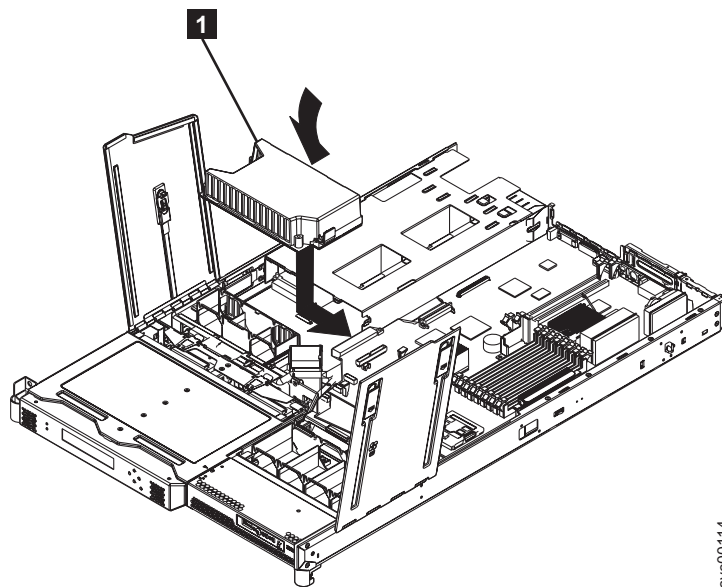

図 134. 電源バックプレーンの交換
1. SAN ボリューム・コントローラー 2145-8F2 または SAN ボリューム・コントローラー 2145-8F4 の所定の位置で電源バックプレーンを下げ、システム・ボードに接続するように右方にスライドします。図 134 を参照してください。